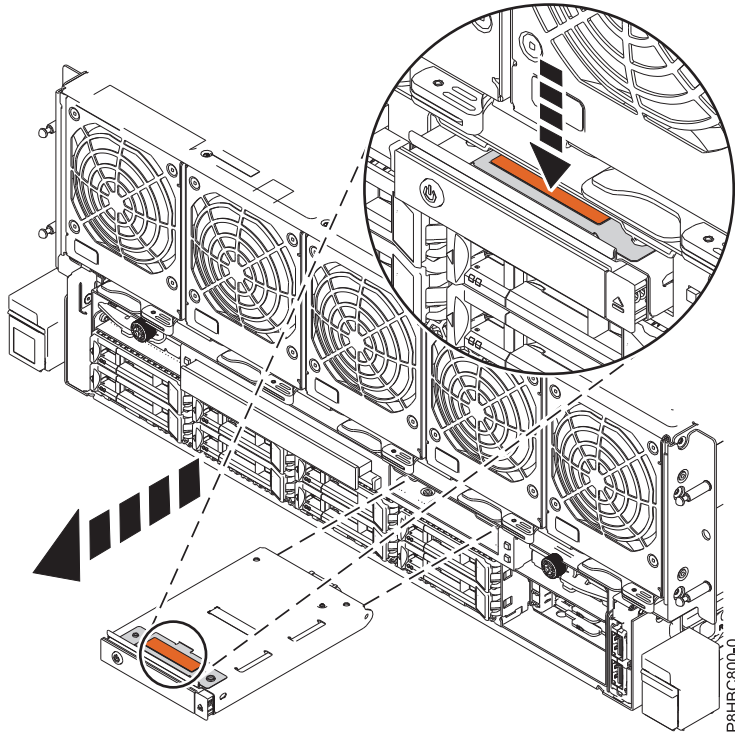

Figure 3. Retrait d'un panneau de commande
- a. Appuyez sur l'onglet terracotta, puis faites glisser le panneau de commande hors de sa baie Voir figure 3, à la page 5.